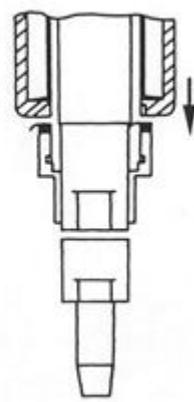

図3
4. ロックナットをトレーサー本体から緩め、マグネットローラーが緩まぬよう固定してください。(図3)